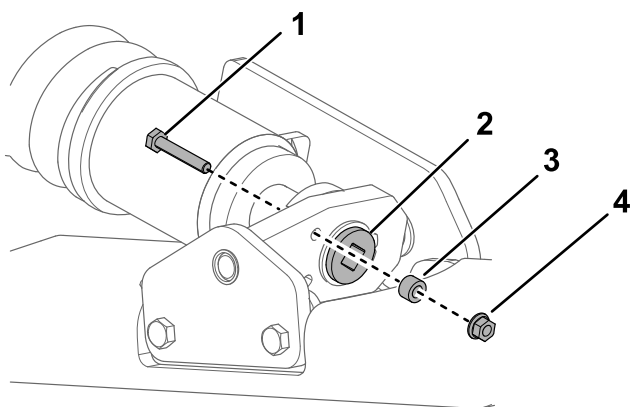
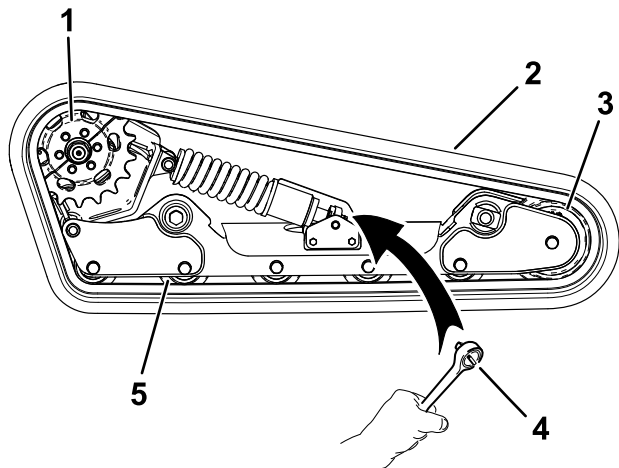

Figure 25
Figure 27
4. Enlevez le boulon de blocage, l'entretoise et l'écrou (Figure 25).
6. Alignez l'encoche la plus proche dans la vis de tension et le trou du boulon de blocage, et fixez la vis avec le boulon et l'écrou de blocage (Figure 25).
7. Enlevez le boulon de blocage, l'entretoise et l'écrou (Figure 25).
8. À l'aide d'une clé à cliquet de ½ pouce, tournez la vis de tension dans le sens horaire pour détendre la transmission (Figure 25 et Figure 27).
1. Enroulez la chenille neuve autour de la roue avant, puis autour du moyeu d'entraînement sur le côté sans pignon (Figure 27).
2. Poussez la chenille sous et entre les galets de roulement, puis enroulez-la autour du cadre (Figure 27).